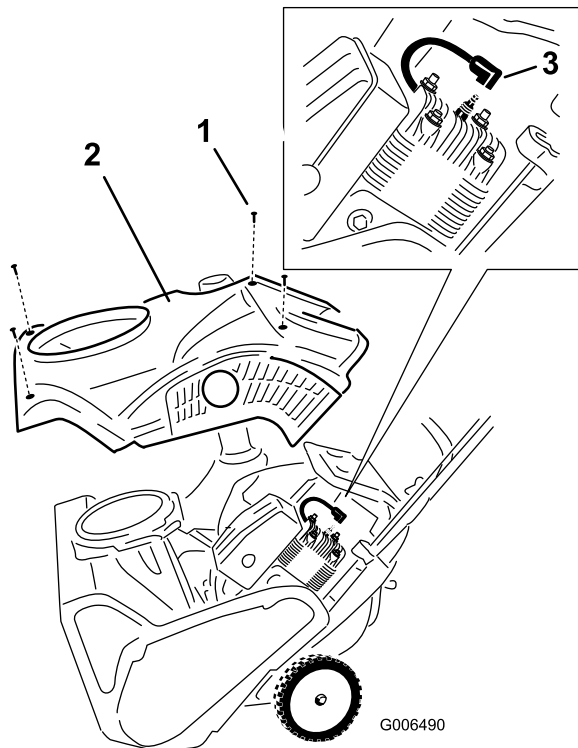

Figure 25
6. Enlevez le carénage (Figure 25).